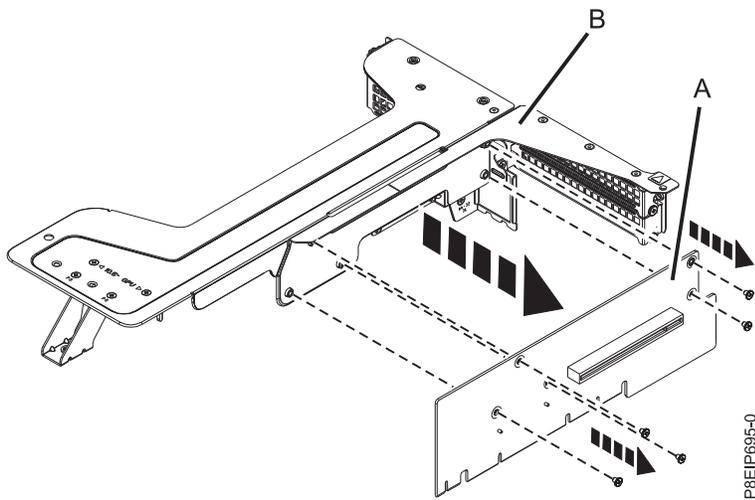

Abbildung 42. Riserkarte in Position 1 ausbauen
- j. Wenn die Riserkarte in Position 1 ausgetauscht werden muss, bauen Sie sie aus der Riserkartenhalterung aus. Entfernen Sie die fünf Schrauben, mit denen die Riserkarte an der Riserkartenhalterung befestigt ist (siehe Abb. 42).